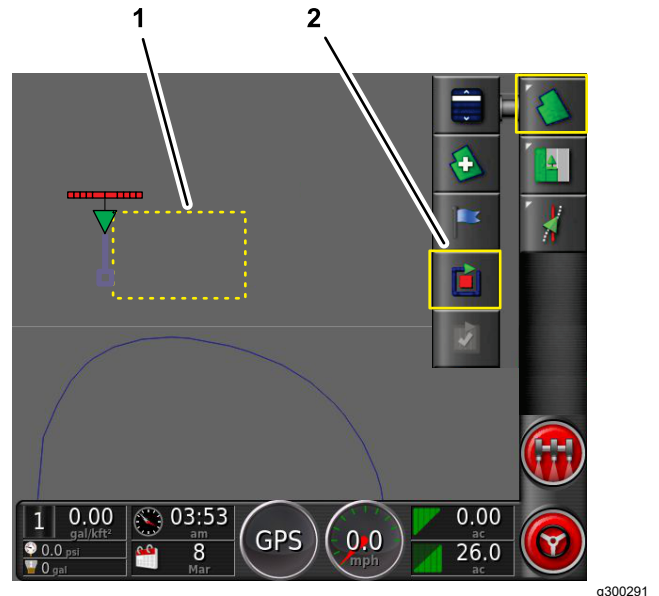

Figure 46
1. Placez la partie centrale extérieure de la roue avant gauche au niveau du premier point de la limite à côtés droits du champ et arrêtez la machine (Figure 46).